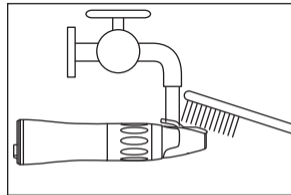

Fig. 11
1) Pulire l'esterno del manipolo sotto l'acqua corrente con una spazzola morbida (non metallica) (Fig. 11).